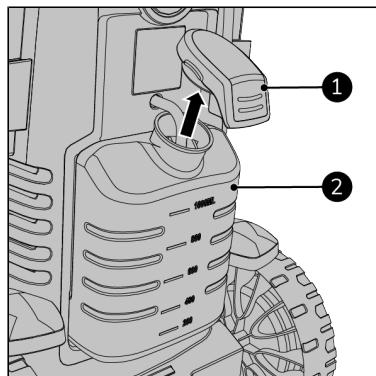

Abbildung 60.
1. Entfernen Sie die Verschlusskappe (Abbildung 60, Pos. 1) des Reinigungsmittel tanks (Abbildung 60, Pos. 2) auf der Rückseite des Geräts.
3. Setzen Sie die Verschlusskappe wieder auf (Abbildung 60, Pos. 1).